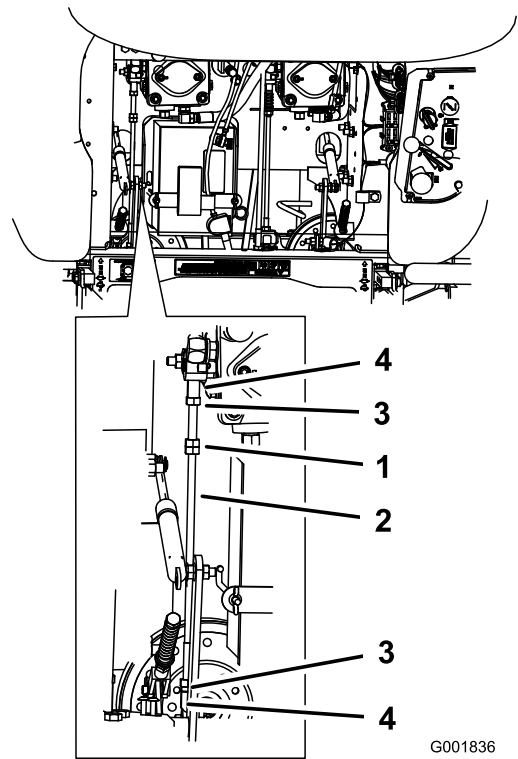

Figure 55
1. Desserrez les contre-écrous sur les rotules de la tige de commande de la pompe (Figure 55).
3. Réglez la longueur de la tige de pompe en tournant les doubles écrous dans le sens voulu, jusqu'à ce que la roue soit immobilisée ou tourne légèrement en marche arrière (Figure 55).
6. Serrez les contre-écrous contre les rotules (Figure 55).